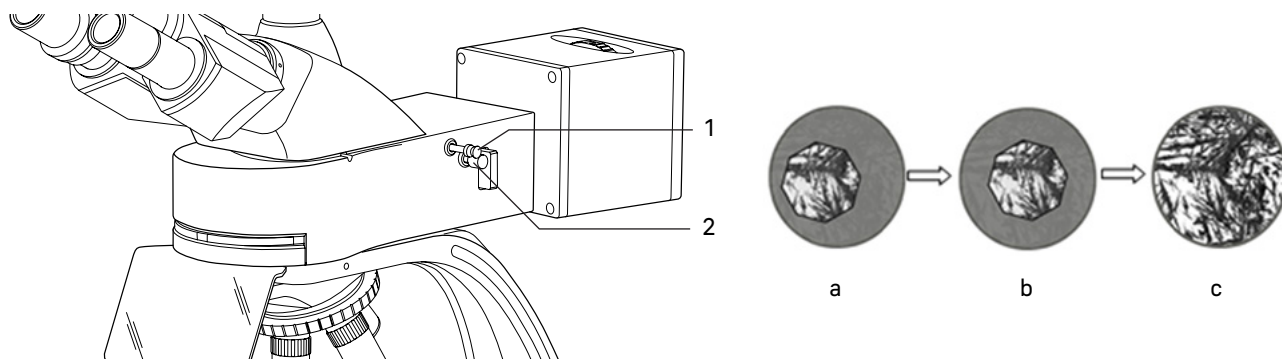

Рис. 12. Центрировка полевой диафрагмы осветителя отраженного света
- Закройте полевую диафрагму – рукоятку 2 введите до упора. В центре поля зрения должно быть видно светлое пятно, как показано на рис. 12 б.
- Если светлое пятно не в центре поля зрения, как показано на рис. 12 а, необходимо отцентрировать диафрагму. При помощи двух центрировочных винтов 1, расположенных по обеим сторонам насадки, центр диафрагмы совмещается с центром поля зрения, как показано на рис. 12 б.
- Раскройте полевую диафрагму до размера поля зрения, как показано на рис. 12 с.